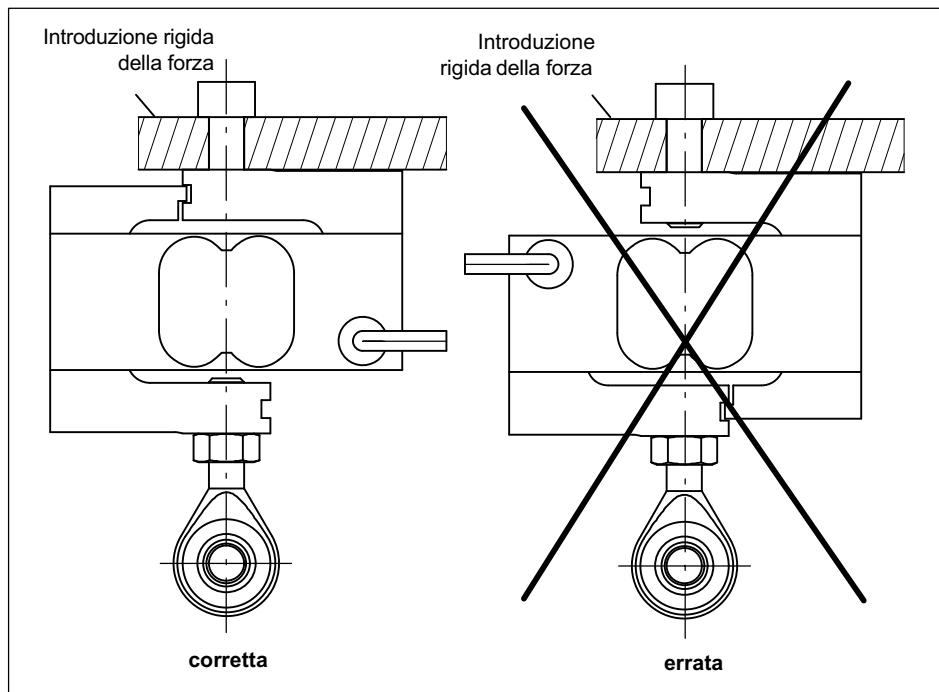

Fig. 6.1 Orientamento del trasduttore durante il montaggio
*Il lato di uscita del cavo del trasduttore dovrebbe essere sempre fissato direttamente alla parte rigida di trasferimento della forza dell'utente. Fare attenzione a disporre il cavo in modo che esso non provochi forze parassite, ad esempio a causa del suo peso o della sua rigidità, vedere Fig. 6.1.*